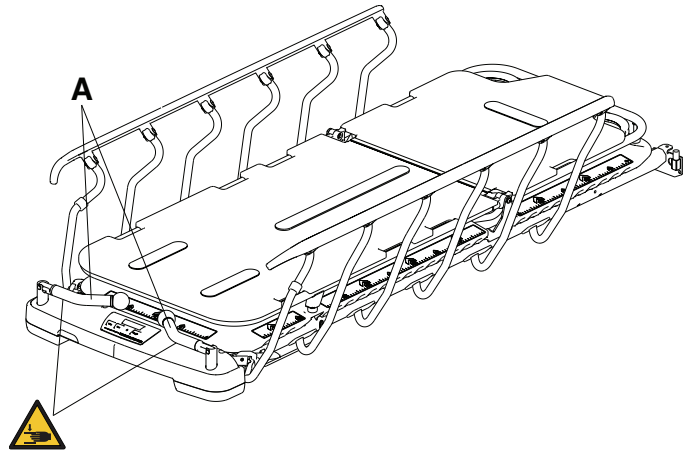

Abbildung 12 – Verstauen der Fußende-Schiebegriffe
- Um die Fußende-Schiebegriffe (A) in die Parkposition zu bringen, die Schritte in umgekehrter Reihenfolge ausführen (Abbildung 12).